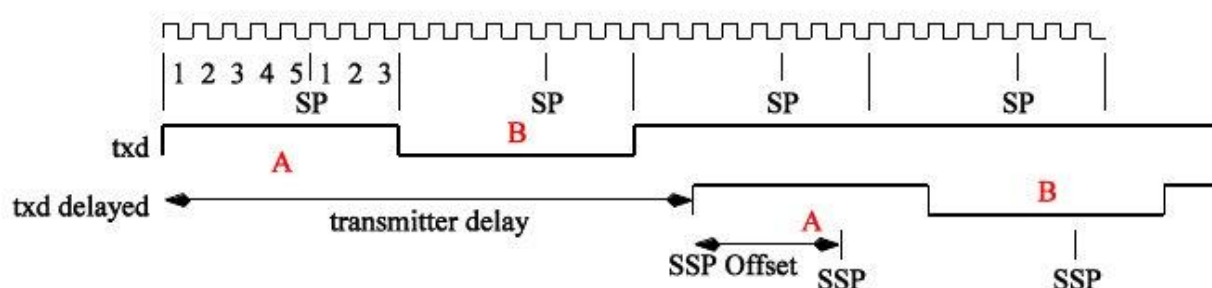

Рисунок 15.19. Задержка передатчика
На Рисунок 15.19 приведен пример эффекта большой задержки передатчика. На этом рисунке показан поток данных txd, начинающийся с битов A и B. Одно битовое время состоит из $t_{Seg_1} = 5TQ$ перед точкой выборки (SP) и $t_{Seg_2} = 3TQ$ позади. В этом примере задержка передатчика превышает 2 битовых раз. Поэтому исходный SP не может быть использован для выборки правильного значения бита, и спецификация CAN FD определяет дополнительную вторичную точку выборки (SSP). Если TDC включен с битом TDCEN=1, то CAN-CTRL автоматически определяет задержку передатчика. Положение SSP - это задержка передатчика плюс смещение SSP, которое определяется битами конфигурации SSPOFF. SSPOFF должен быть задан как число TQ, и предлагается установить t_{Seg_1} равным SSPOFF. (Пожалуйста, помните, что F_SEG_1 определяет t_{Seg_1} при скорости передачи данных. Поэтому в примере, приведенном на Рисунок 15.19, выбрано значение SSPOFF=5, поскольку F_SEG_1=3.)